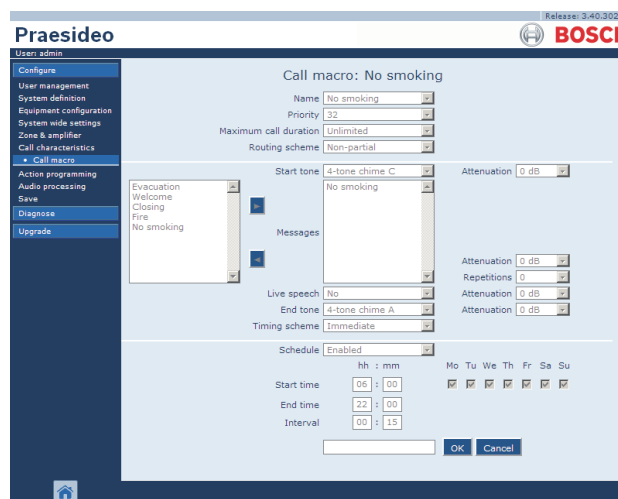

figure 47.3 : Ajout d'une macro d'appel, étape 2
- 2 Cliquez sur le bouton *Add* pour ajouter une nouvelle macro d'appel. Un écran semblable à celui de la figure 47.3 s'affiche dans le cadre principal de l'interface Web.